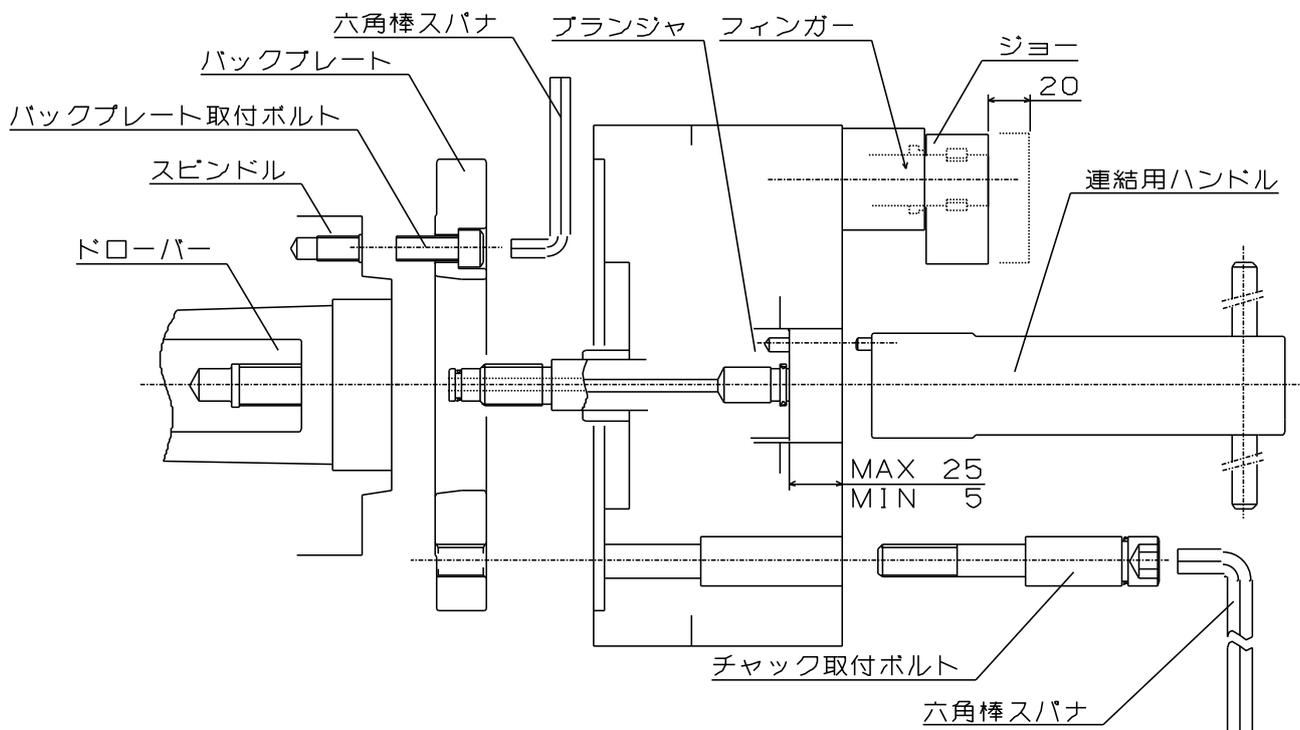

図 13
- ・ 連結用ハンドルを回してプランジャの位置が図 13 の MIN 5 になるようにしてください。